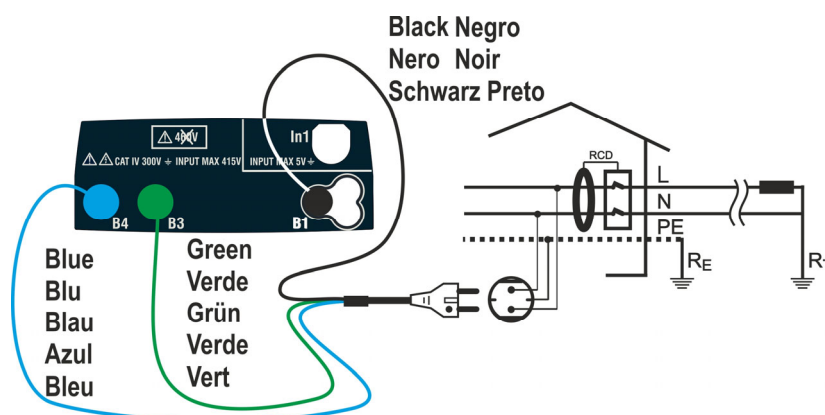
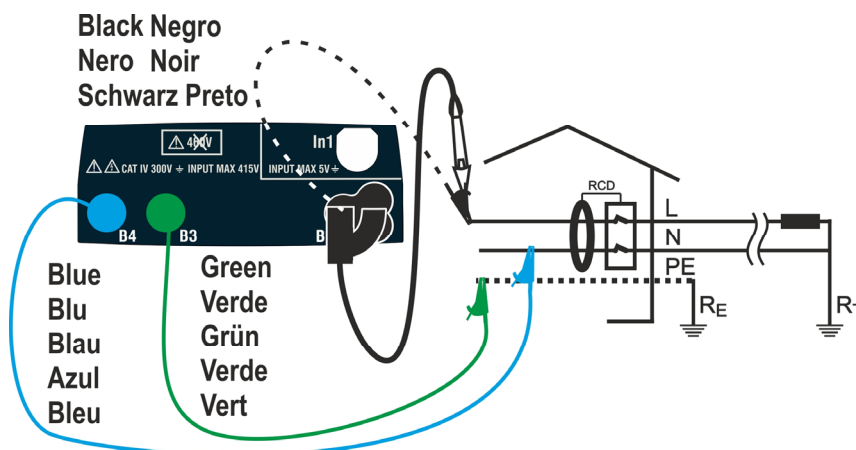
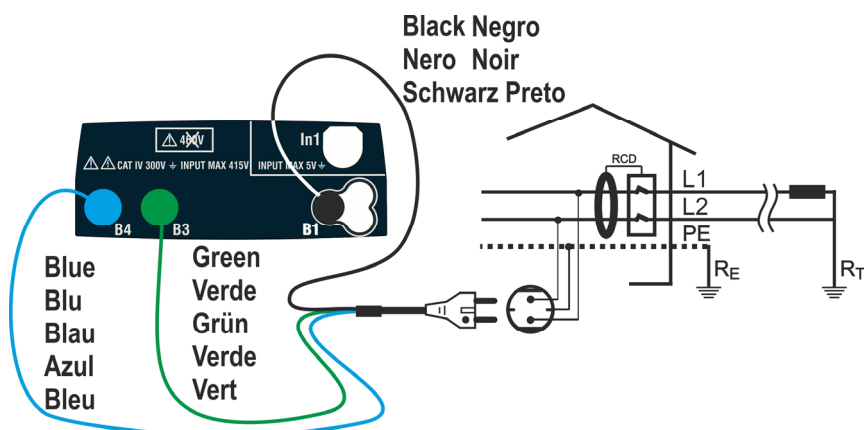
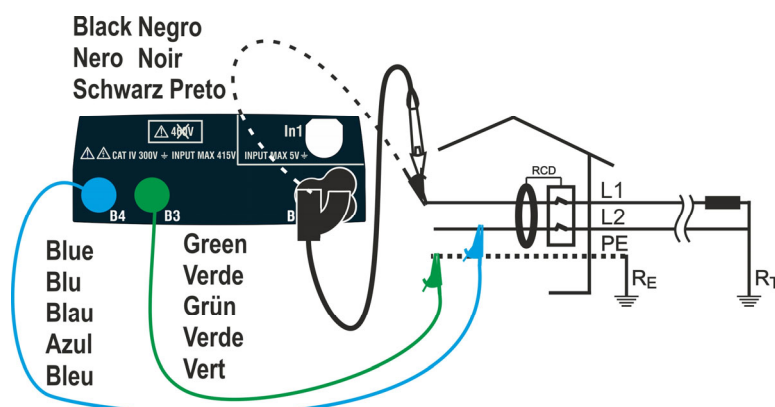

Fig. 4: Ligação em sistema Monofásico L-N-PE via ficha shuko
Fig. 5: Ligação em sistema Monofásico L-N-PE com cabos únicos e cabo remoto
Fig. 6: Ligação em sistema Bifásico L-L-PE via ficha shuko
Fig. 7: Ligação em sistema Monofásico L-L-PE com cabos únicos e cabo remoto
- Insira os conectores verde, azul e preto da ficha shuko de três terminais nos terminais de entrada correspondentes do instrumento B1, B3 e B4. Como alternativa, use cabos individuais e insira as pinças crocodilo correspondentes na extremidade livre dos cabos. Se necessário, use a ponta de prova remota inserindo o seu conector multipolar no terminal de entrada B1. Ligue a ficha shuko, as pinças crocodilo ou o cabo de teste remoto à rede elétrica de acordo com Fig. 4, Fig. 5, Fig. 6 ou Fig. 7